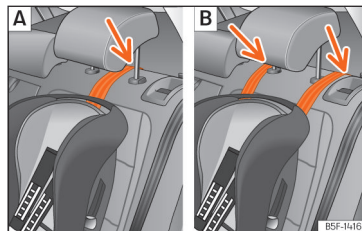

Fig. 39 Bancheta din spate: reglarea și asamblarea trebuie făcute conform curelei Top Tether.
- Treceți cureaua pe sub tetieră (conform instrucțiunilor scaunului, ridicați sau demontați tetiera dacă este necesar) »» **fig. 39**.